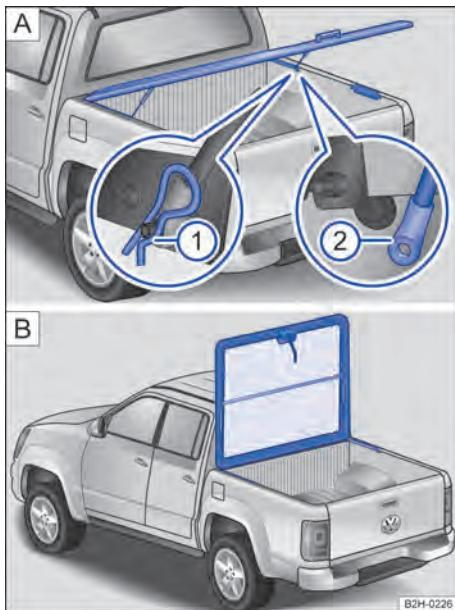

Fig. 26 Cobertura do compartimento de carga, alumínio: **A**: remover o amortecedor a gás e **B**: cobertura do compartimento de carga vertical.
- Abrir a tampa do compartimento de carga → Fig. 26.
- Remover o clipe de fixação do pino de admissão no amortecedor a gás nos dois lados do veículo ① A.
- Puxar os dois amortecedores a gás na parte inferior do pino de admissão ② A. Com a ajuda de uma segunda pessoa, manter a cobertura do compartimento de carga na posição.
- Posicionar a cobertura do compartimento de carga verticalmente com ajuda de uma segunda pessoa → Fig. 26 B.